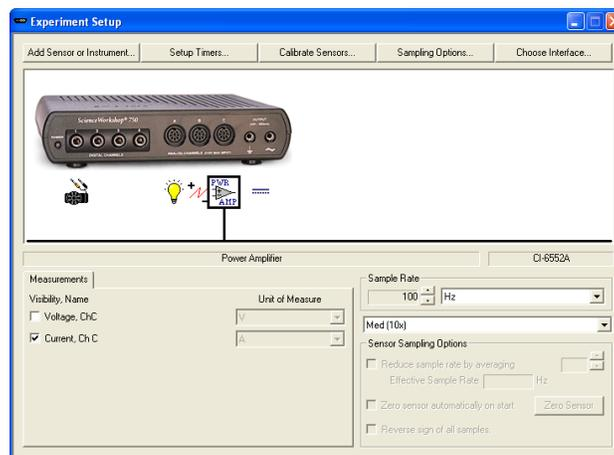

Figura 3
- Con ayuda de su profesor seleccione los íconos correspondientes a los sensores utilizados en el proceso. Ver Figura 3.